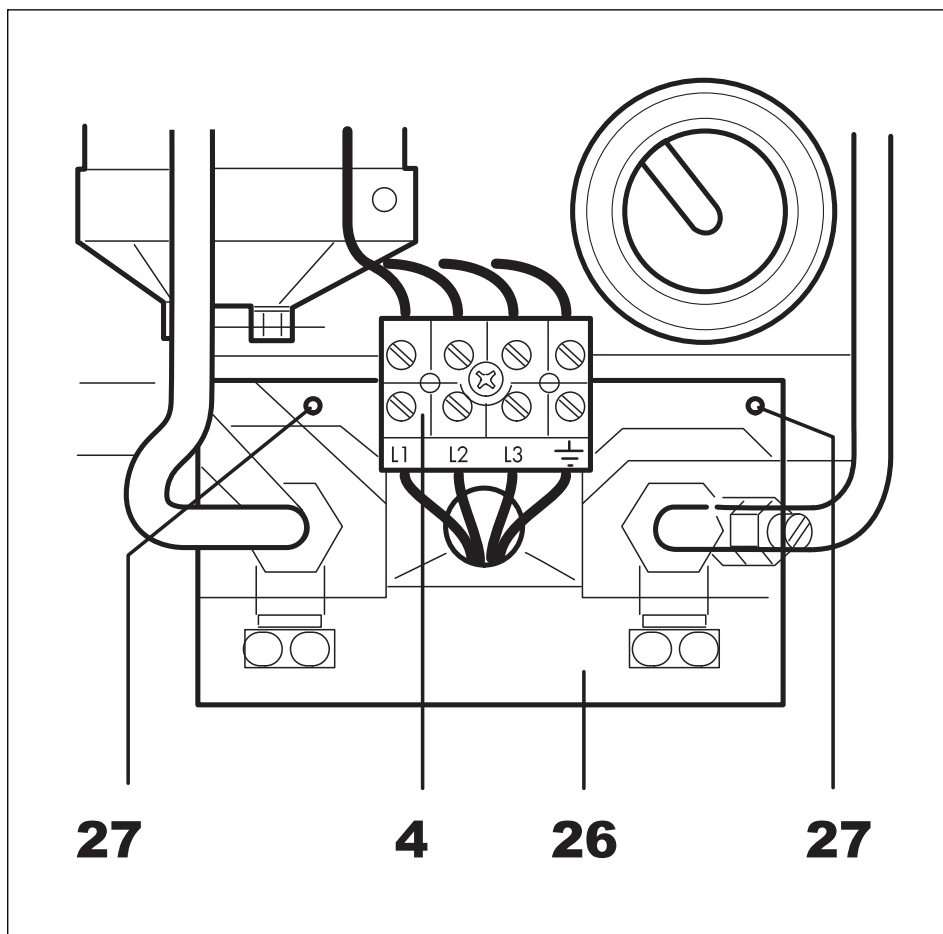

Рис. 6.2 Ввод электрического кабеля в нижней части прибора
**При подключении снизу** (рис.6.2) снять расположенную сверху клеммную колодку (13). Продеть подводящий кабель через прилагаемую прямоугольную защитную насадку (26) и укрепить ее внизу на заднюю стенку прибора между подсоединениями воды на крючки (27).